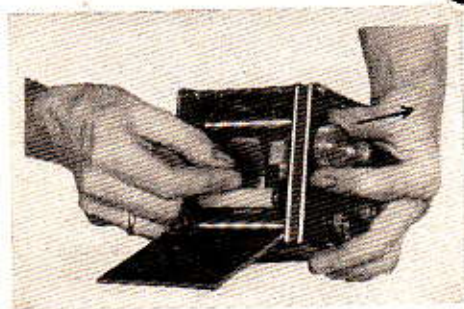
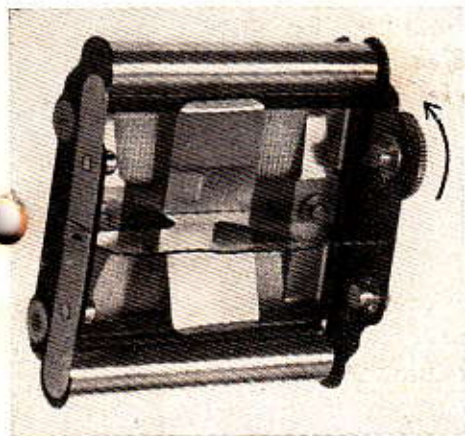

Abb. 2
Abb. 3
wand springt dann von selbst auf. Den sich gleichzeitig mit öffnenden Lichtschacht (LS) schließt man vor dem Filmeinlegen wieder. Hierzu legt man die Rückwand des Schachtes auf die Mattscheibe, klappt die beiden Seitenwände darüber und über diese dann den Abschlußdeckel. Dieser rastet bei leichtem Andrücken am Kameragehäuse fest. Das klingt vielleicht kompliziert, ist aber das Werk einer Sekunde. Hierauf klappt man die Kamerarückwand (KR) bis zum Anschlag herunter (Abb. 2). Und nun hält man die PRIMARFLEX II so, daß deren Rückwand vom Körper abgekehrt ist. Der
Spannkopf (SK) wird mit Daumen und Zeigefinger der linken Hand erfaßt und soweit als möglich aus dem Gehäuse herausgezogen. (In Richtung des Pfeiles in Abb. 2.) Mit der rechten Hand
kann man nun den Filmeinsatz (Abb. 3 und 4) am Mittelsteg erfassen und aus dem Gehäuse herausnehmen. Hierauf läßt man den Spannkopf (SK) wieder los.
Der Filmeinsatz (Abb. 3) besteht im wesentlichen aus der Filmendruckplatte, zwei Führungsrollen für den Film, zwei Blattfedern (die sich soweit abbiegen lassen, um die an ihnen befestigten Knöpfe
in die Durchbohrungen der Filmspule einführen zu können) und schließlich aus dem »Mitnehmer«, einem gerändelten Drehknopf (Abb. 3 zeigt ihn rechts oben).
Durch Drehen der Mitnehmerscheibe (Richtung des Pfeiles in Abb. 3) spannt man den Film etwas straff. Hierauf zieht man den Spannkopf (SK) erneut wieder heraus (gemäß der Pfeilrichtung in Abb. 2) und der Filmeinsatz läßt sich wieder in die Kamera einlegen. Beim Loslassen des Spannkopfes (SK) müssen die beiden kurzen Stifte, die dieser im Kamerarinneren trägt, in je zwei gegenüberliegende Bohrungen des Rändelrädchens am Filmeinsatz einschnappen.